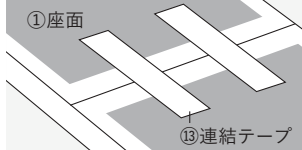

図1
- ⑩カムロックボルト付き背板を①座面に、③六角ボルトで留めて下さい。(図1)